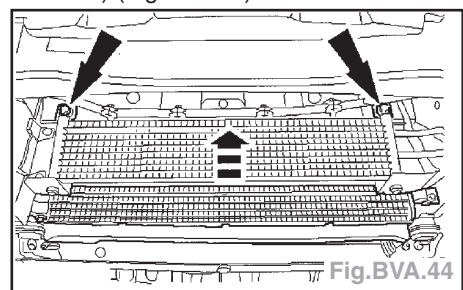

Fig.BVA.44
- Déposer le refroidisseur d'huile pour transmission (le dégager du support par le haut) (Fig.BVA.44).